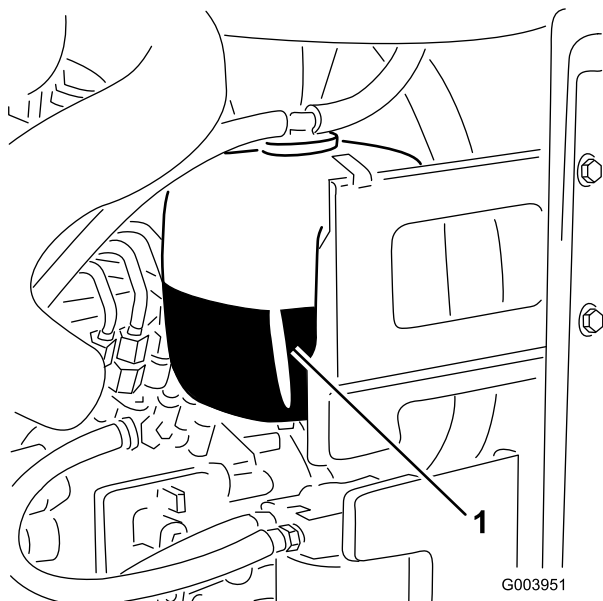

Figure 73
1. Vérifiez le niveau du liquide de refroidissement dans le vase d'expansion (Figure 73).